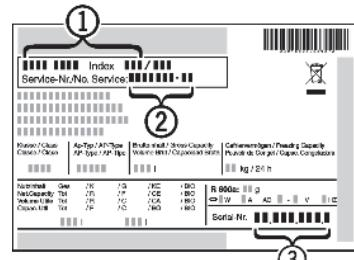

Рис. 10
- Наименование устройства Рис. 10 (1), сервисный номер Рис. 10 (2) и серийный номер Рис. 10 (3) указаны на заводской табличке, расположенной внутри устройства слева.
- Свяжитесь с отделом обслуживания потребителей и сообщите вид неисправности, наименование устройства Рис. 10 (1), сервисный номер Рис. 10 (2) и серийный номер Рис. 10 (3).